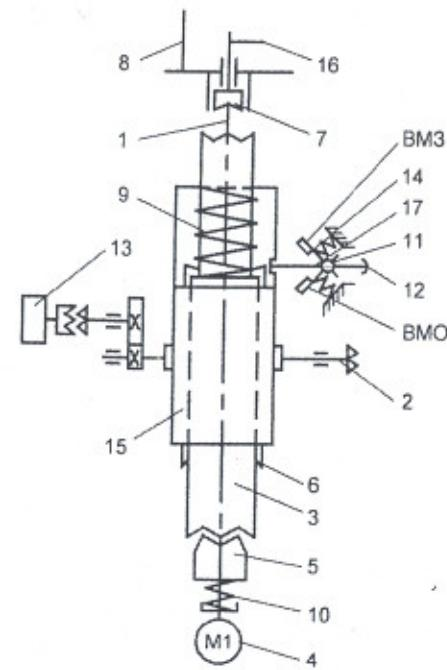

Рис.3 Схема кинематическая принципиальная:
4.1. Привод состоит из следующих основных узлов и деталей (рис. 3): корпуса с фланцем для крепления привода к арматуре, крышки, электродвигателя 4, кулачковой муфты 5 с пружиной 10, шлицевого вала 3, червяка 15, червячного колеса 6, штока 1, микропереключателей моментных ВМЗ И ВМО, рычагов 14, поводка 17, оси 11 с упором 12, пружины 9 и путевого выключателя 13.